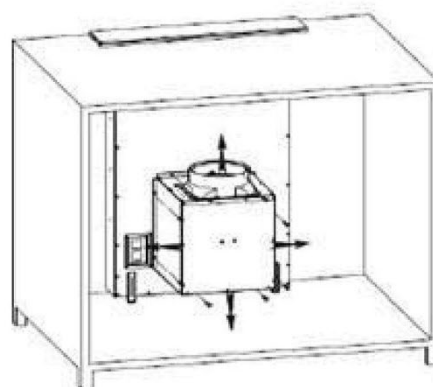

Bild 4
3. Anslut kåpan och höljet med 8pcs-skruv M10*10. Du kan välja vindriktning (upp, ner, vänster, höger) beroende på skåpets utrymme (se bild 4).